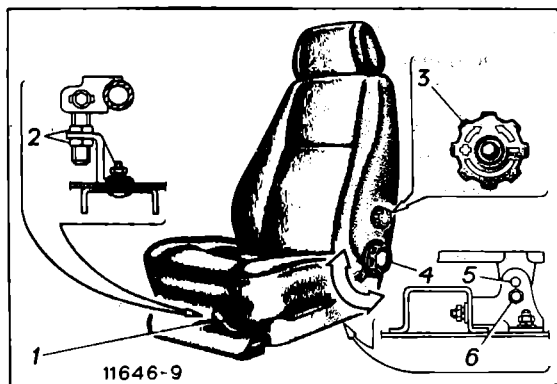

Рис. 6.7. Переднее сиденье
- находясь на сиденье, потяните вверх рычаг 1 (рис. 6.7) и передвиньте сиденье в нужном направлении;